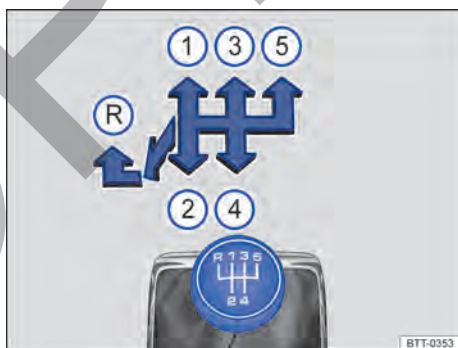

Fig. 80 Esquema de la transmisión manual de 5 marchas.
Las posiciones de cada marcha están representadas en la palanca de cambios → fig. 80.
- Empujar la palanca de cambios totalmente hacia la izquierda y después hacia adelante hasta la posición de la marcha atrás → fig. 80 (R).